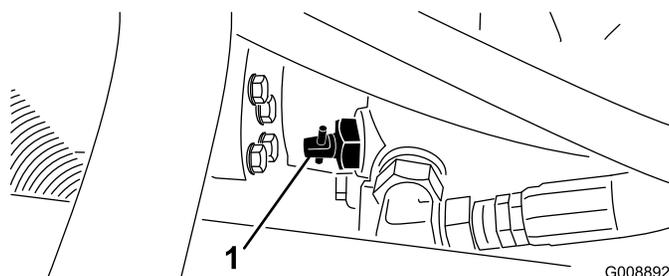

Рисунок 45
- Найдите перепускной клапан на насосе (Рисунок 45) и поверните его на 90°.